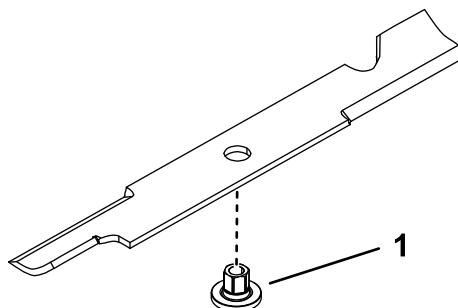

Figura 93
1. Instale el buje a través de la cuchilla con la brida del buje en el lado inferior (lado del césped) de la cuchilla (Figura 93).